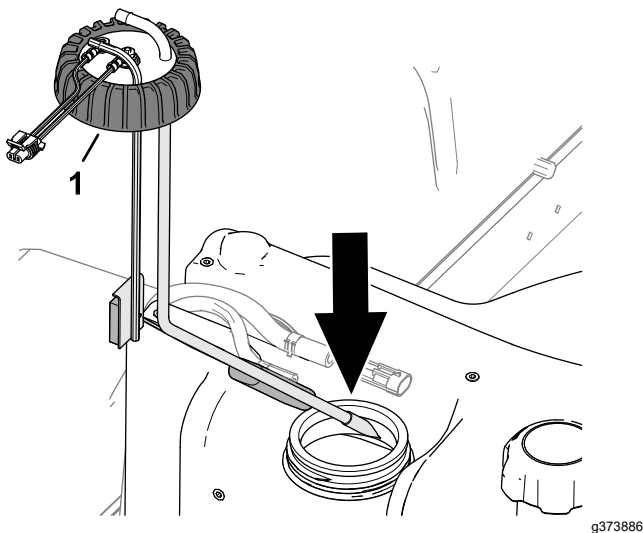

Figure 96
2. Installez avec soin le tube d'aspiration et le flotteur dans le réservoir de carburant (Figure 96).